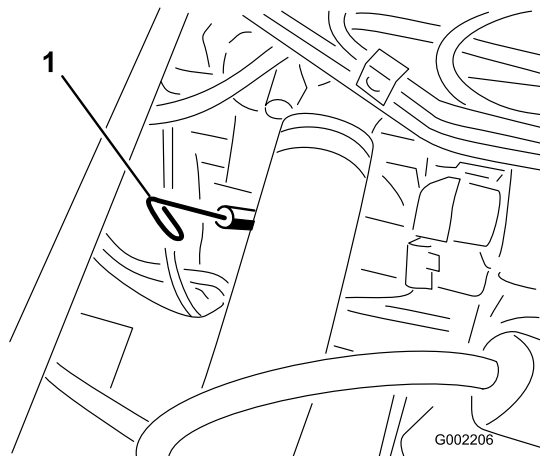

図 39
2. 助手席の下にあるディップスティックを抜き、ウェスで一度きれいに拭く (図 39)。ディップスティックを、チューブの根元までもう一度しっかりと差し込む。ディップスティックを引き抜いて油量を点検する。
13. オイル補給口のキャップを取り、所要量の約 80% のオイルを補給口から入れる (図 39)。